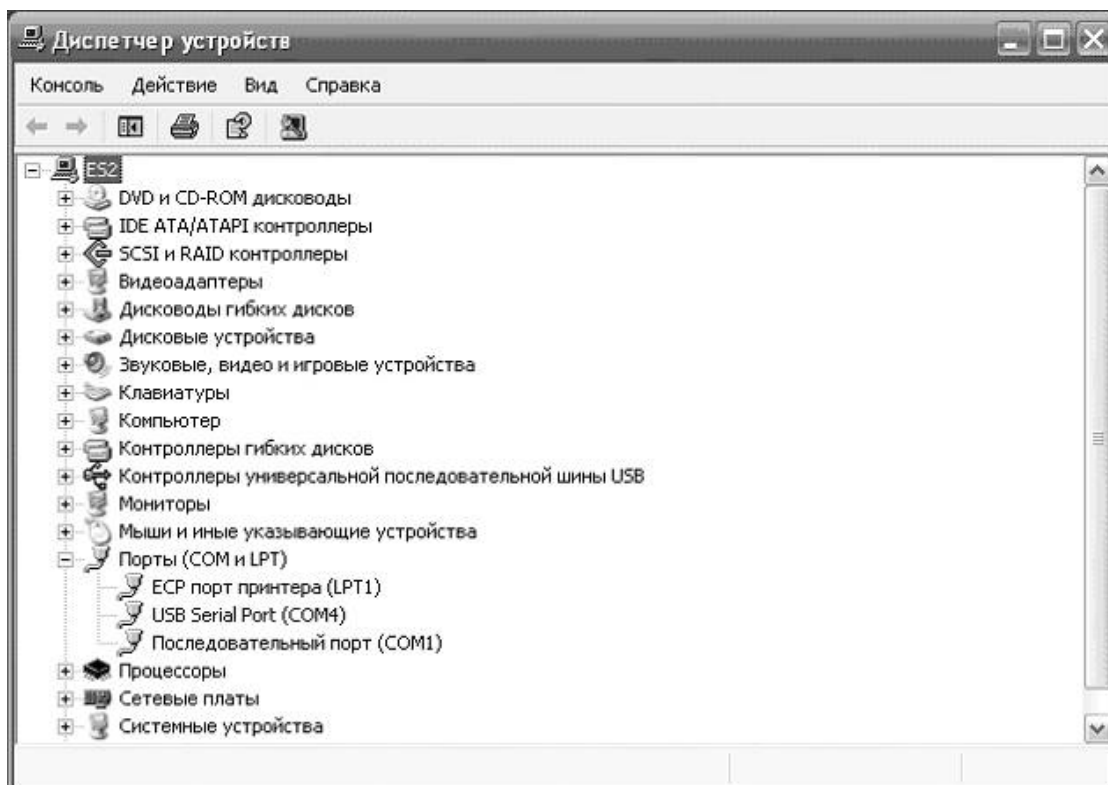

Рис. 12 Порт TMB-2 в списке устройств компьютера
2. Открыть диспетчер устройств компьютера. Для этого следует правой кнопкой мыши щелкнуть по значку «Мой компьютер» на рабочем столе и выбрать пункт «Свойства». Затем в открывшемся окне выбрать вкладку «Оборудование» и нажать на кнопку «Диспетчер устройств». Откроется окно диспетчера устройств (рис. 12). Порт прибора обозначен как «USB Serial Port». В скобках указан назначенный системой порт.